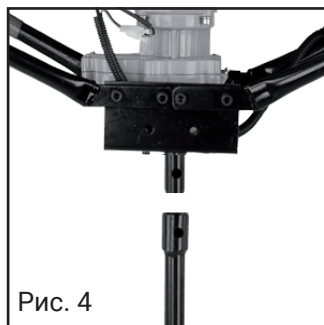

Рис. 4
4.2 Мотобур снабжен 2-х тактным одноцилиндровым двигателем внутреннего сгорания, на котором расположены ручной возвратный стартер (поз. 2), карбюратор, воздушная заслонка с фильтром, бензобак (поз. 6), а также в нижней части закреплен металлический шестереночный редуктор (поз. 11) понижающий частоту вращения, что приводит к увеличению крутящего момента приводного вала (поз. 17) на выходе. К нижней части редуктора крепится основание (поз. 16) с монтажными отверстиями (поз. 19) для крепления рукояток. Рабочая шнек-насадка или удлинитель крепится к приводному валу (поз. 17) и фиксируется стопорным пальцем и шплинтом (рис. 4).
6.3 Установите необходимую шнек-насадку на приводной вал(рис. 1, 2 поз. 17) совместив монтажные отверстия (рис. 4) и зафиксируйте это положение стопорным пальцем со шплинтом;